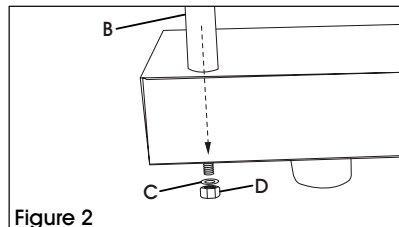

Figure 2
2. Attach washer (C) and lock nut (D) to threaded end of carton dividers (B). (See Figure 2)
2. Fixez une rondelle (C) et un écrou freiné (D) à l'extrémité filetée du séparateur de cartons (B). (Voir Figure 2)